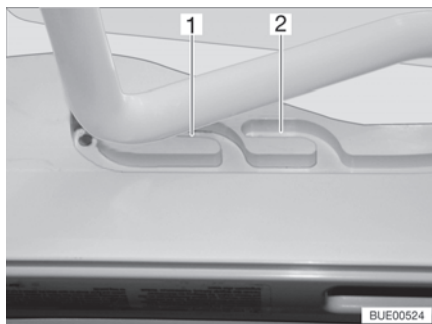
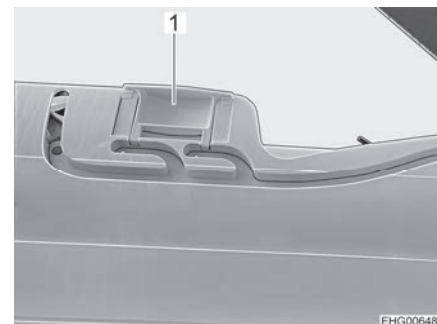

Fig. 32 Guida (posizione di ricircolo d'aria)
Fig. 33 Bloccaggio (posizione di ricircolo d'aria)
È possibile portare l'oblò Heki in due posizioni di ricircolo d'aria: Posizione brutto tempo (Fig. 32,1) e posizione centrale (Fig. 32,2). A seconda del modello, l'oblò può essere bloccato sulla posizione centrale del suo telaio con i due chiavistelli (Fig. 33,1) di sinistra e destra.
- Premere la staffa leggermente verso l'alto, spingerla nella guida selezionata (Fig. 32,1 o 2) ed eventualmente bloccarla.